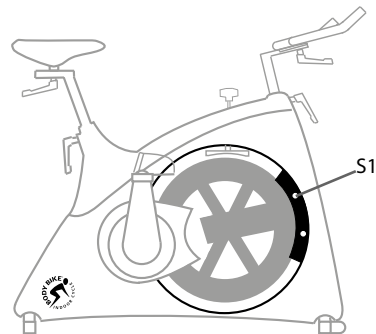

Рис.16
2.Отрегулируйте винт с маркировкой S1 при помощи шестигранника 3 мм (см. рис. 16)